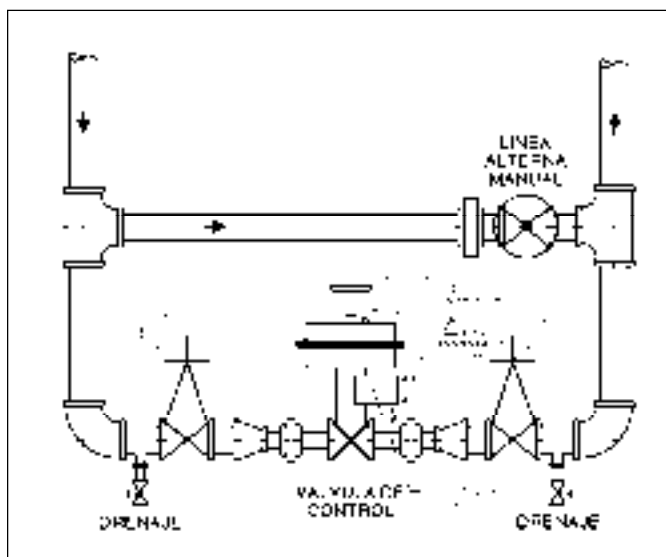

Figura 1: Estación Típica para Válvula de Control
1. Se recomienda que la válvula de control sea instalada con doble válvula de bloqueo y línea alterna como se muestra en la Figura 1. Este montaje es recomendado especialmente donde el mantenimiento a la válvula será realizado sin desmontarla de la red de tubería.